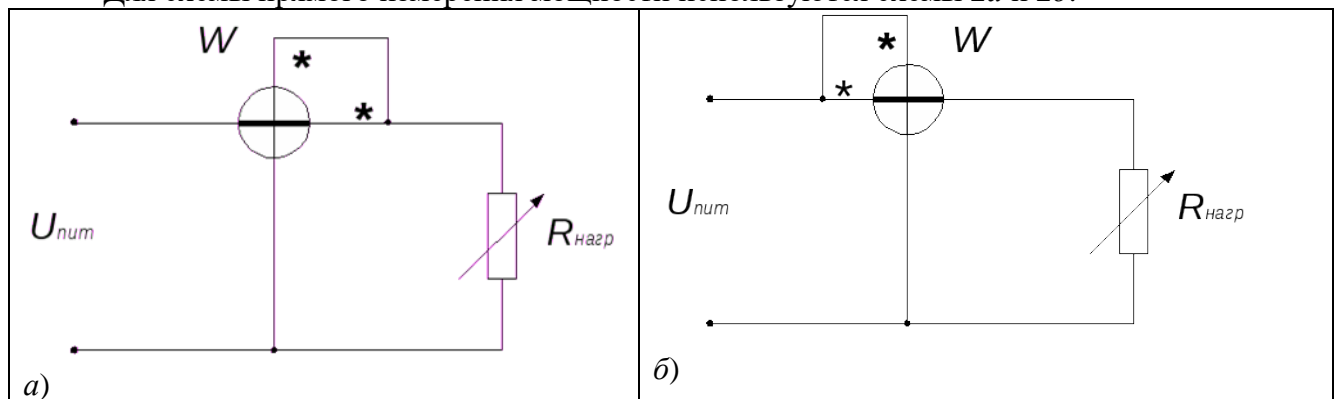
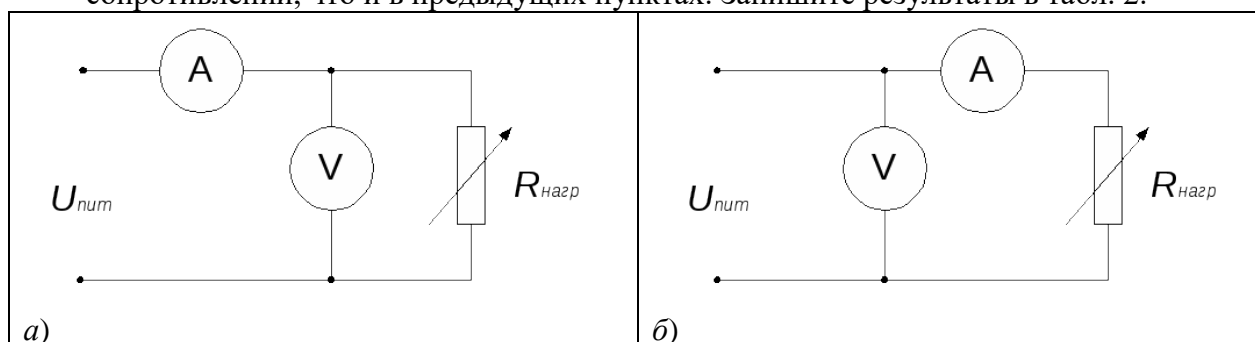

Рис.2. Схемы прямого измерения мощности
Рис. 3. Схема косвенного измерения мощности
2. Соберите схему для прямого измерения мощности в цепи постоянного тока рис. 2а. Установите напряжение источника питания $U_{num} = 24$ В. Выполните измерение мощности для значений сопротивлений, указанных преподавателем. Для определения поправки ΔP измеряют мощность, потребляемую обмоткой напряжения и токовой обмоткой ваттметра W . Для этого в схеме отключите нагрузку и снимите показания ваттметра – $P_{w\text{ номр.}}$.
3. Соберите схему рис. 2б. Изменяя сопротивление магазина, аналогично выполните измерение мощности для значений сопротивлений нагрузки предыдущего пункта. Для определения поправки также отключают нагрузку. Однако погрешность будет обусловлена мощностью потребления лишь обмотки напряжения. Результаты также занесите в табл. 1.
5. Соберите схему для косвенного измерения мощности рис. 3а, затем рис. 3б. Снимите показания вольтметра и амперметра, устанавливая те же значения сопротивлений, что и в предыдущих пунктах. Запишите результаты в табл. 2.
7. Аналогично произвести прямые и косвенные измерения мощности в цепи переменного тока рис. 2а и 2б, рис. 3а и 3б. Результаты эксперимента занести в табл. 1 и табл. 2 соответственно.
Абсолютная методическая погрешность измерений в случае, изображенном на рис. 3а и 3б, вычисляется по формулам:
рис. 3а	рис. 3б